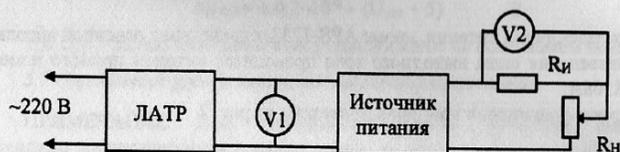

Рис. 3. Структурная схема соединения приборов для определения основной погрешности воспроизведения и нестабильности выходного тока APS-1233.
5.8.2 Для источников питания APS-1233 определение основной абсолютной погрешности воспроизведения силы выходного тока проводится путем определения выходного тока по падению напряжения на мере сопротивления P310. Падение напряжения измеряется мультиметром Fluke8508A при выходном напряжении, равном U_{\max} , в режиме стабилизации тока. Структурная схема соединения приборов приведена на рис. 3.
- Для измерений к выходу поверяемого прибора подключить меру сопротивления P310, мультиметр Fluke8508A и нагрузку электронную АТН-8125 в соответствии со структурной схемой на рис.3.
Структурная схема соединения приборов приведена на рис. 3.
- Для измерений к выходу поверяемого прибора подключить меру сопротивления P310, мультиметр Fluke8508A и нагрузку АТН-8125 в соответствии со структурной схемой на рис.3.
- Для измерений к выходу поверяемого прибора подключить меру сопротивления R310, мультиметр Fluke8508A и нагрузку электронную АТН-8125 в соответствии со структурной схемой на рис.3.